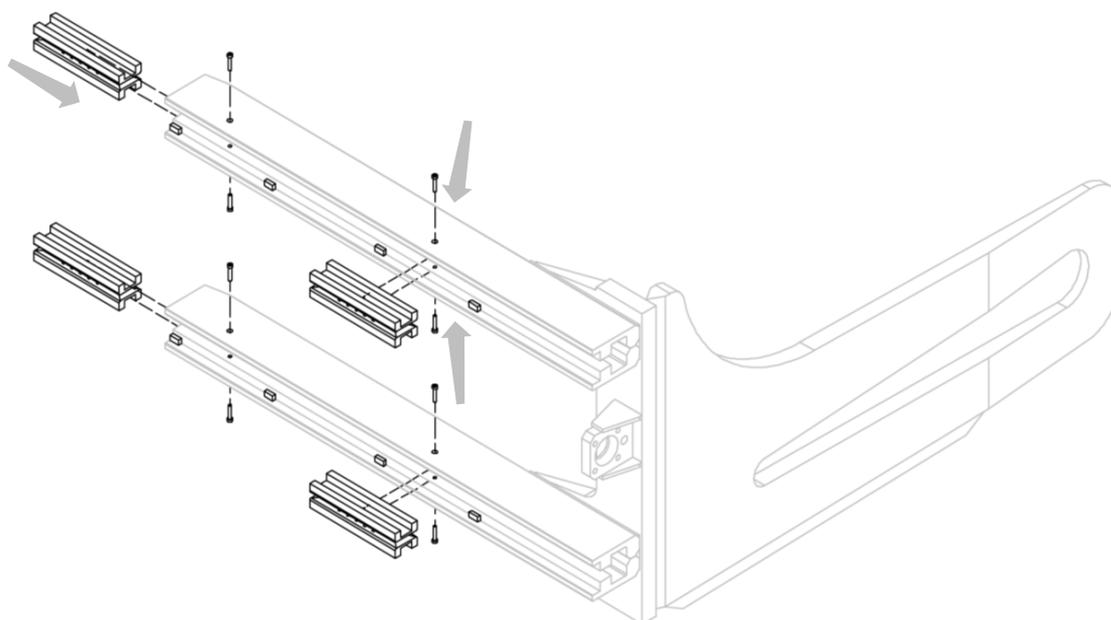
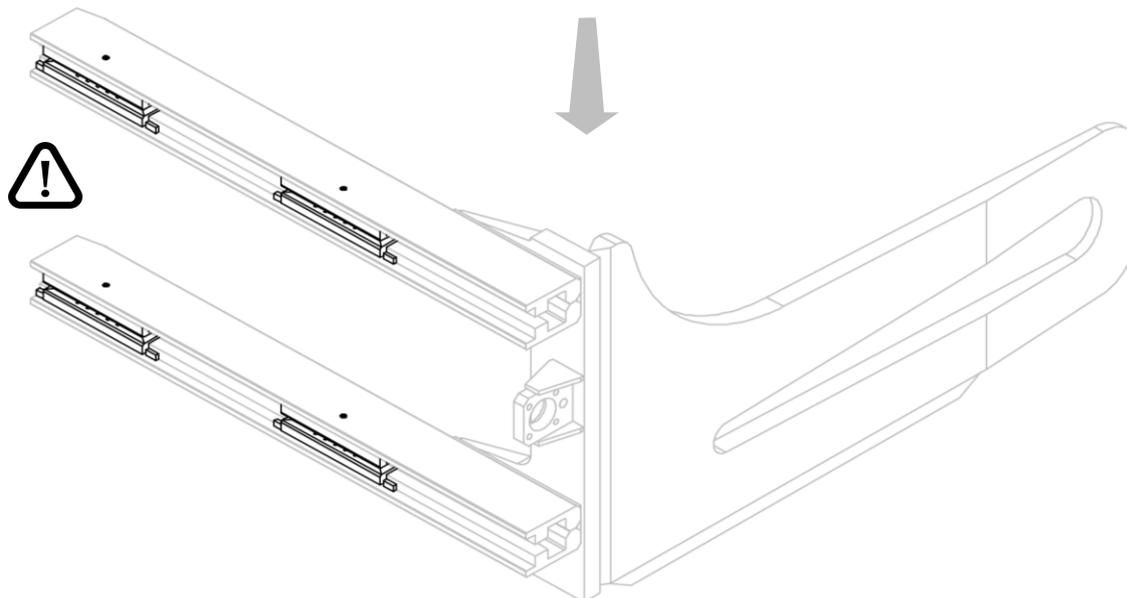

Figura 5
Figura 6
2. Instalar las deslizaderas en los asientos adecuados de los perfiles, colocándolos correctamente entre los bloques de tope y apretando los correspondientes tornillos de bloqueo (mira *Figura 5* y *Figura 6*).